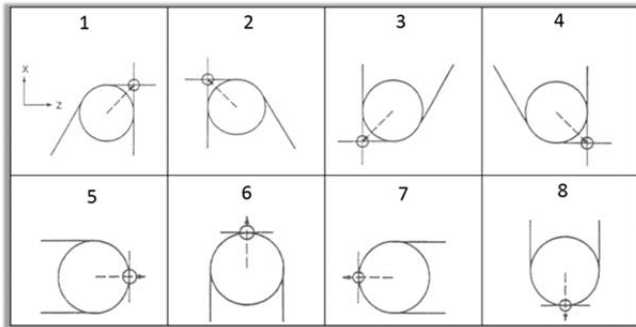

Рис. 14.6. Ориентация мнимой вершины резца
7. Ориентация мнимой вершины резца (вектор режущей кромки) должна быть задана в T-регистре таблицы геометрических характеристик инструментов системы ЧПУ (рис. 14.6).